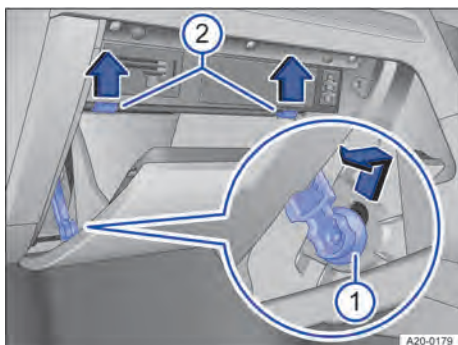

Abb. 180 Abdeckung des Sicherungskastens in der Instrumententafel: Rechtslenker, auf der Beifahrerseite (Prinzipdarstellung).
- ① Bremsselement.
- ② Anschlagzapfen.
1. Handschuhfach öffnen und ggf. leeren → **Abb. 180** ②.
2. Bremsselement nach oben in die Öffnung der Halterung schieben und seitlich herausziehen → **Abb. 180** ①.
3. Anschlagzapfen in Pfeilrichtung nach oben drücken und gleichzeitig Ablagefach weiter öffnen → **Abb. 180** ②.
4. Zum Einbauen das Ablagefach in Position bringen. Bremsselement in die Öffnung der Halterung stecken und nach unten schieben, bis es hörbar einrastet. Ablagefach vorsichtig über den Widerstand der Anschlagzapfen hinweg nach vorn drücken → **Abb. 180** ②.